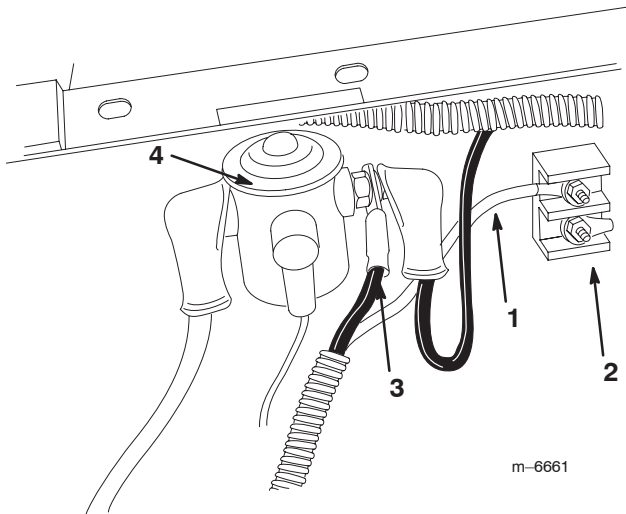

Figure 5
10. Branchez le câble d'alimentation au solénoïde sous le siège du conducteur (Fig. 5).
11. Connectez l'extrémité du fil de masse noir à un goujon de mise à la masse sur le bornier de masse (Fig. 5).